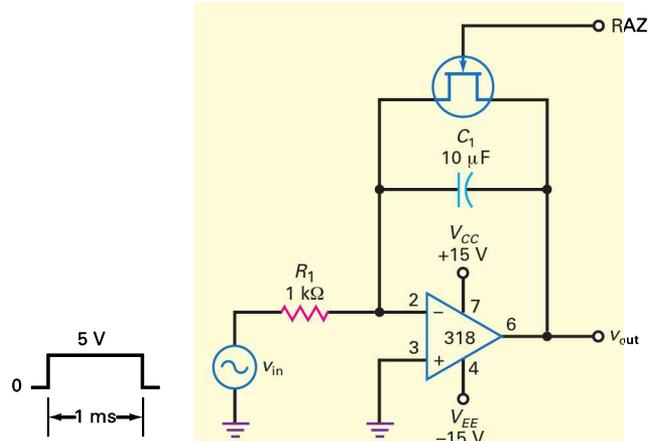

Figure 20.51
- 20.17** Que vaut le courant de charge du condensateur de la figure 20.51 quand l'impulsion d'entrée est au niveau haut ?
- 20.18** Dans la figure 20.51, la tension de sortie est remise à zéro juste avant l'arrivée de l'impulsion. Que vaut la tension de sortie à la fin de l'impulsion ?
- 20.19** Dans la figure 20.51, la tension d'entrée passe de 5 V à $0,1 \text{ V}$, la capacité du condensateur prend successivement les valeurs suivantes : $0,1 \mu\text{F}$; $1 \mu\text{F}$; $10 \mu\text{F}$; $100 \mu\text{F}$. Une remise à zéro est faite au début de l'impulsion. Que vaut la tension de sortie à la fin de l'impulsion pour chaque valeur de la capacité ?
- 20.45** Dans la figure 20.51, on désire produire à la sortie une rampe de tension qui va de 0 à 10 V dans des temps de 0,1 ms ; 1 ms ; 10 ms. Quelles modifications dans le montage allez-vous effectuer ? (Plusieurs bonnes réponses sont possibles.)
20.51 Les ondes radar voyagent à $297\ 000\ km/s$. Un émetteur terrestre envoie une onde radar sur la Lune et l'écho revient sur Terre. Sur la figure 20.51, la $1\ k\Omega$ est remplacée par une $1\ M\Omega$. L'impulsion rectangulaire démarre à l'instant où l'onde part vers la Lune et se termine à l'instant où l'écho revient sur la Terre. La rampe a diminué de 0 à $-1,23\ V$, quelle est la distance de la Terre à la Lune ?